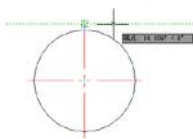
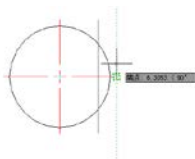

图 6.50 确定直线位置
图 6.51 绘制直线
(4) 选择【绘图】工具栏中的【直线】按钮，按【F8】键开启正交模式，捕捉圆心标记的上端点，向右引导鼠标，输入 19，确定为直线的第一点，如图 6.50 所示，向下引导鼠标，在绘图区中的合适位置拾取一点，作为直线的第二点，重复执行“直线”命令，拾取圆心标记的右端点，分别向上和向下引导鼠标，输入 8，分别作为两条直线的第一点，如图 6.51 所示方法，在圆内合适位置拾取一点，作为两条直线的第二点，绘制两条直线，如图 6.52 所示。